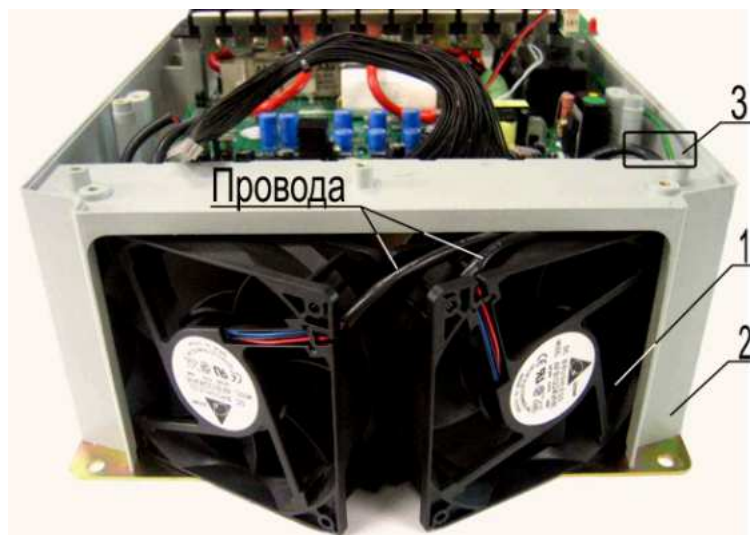

Рис. 6.9
6.7.5. Достать из корпуса 2 вентиляторы 1, потянув за внутренние боковины, как показано на рис. 6.8. Вытянуть из отверстия 3 корпуса провода вентиляторов (рис. 6.9).